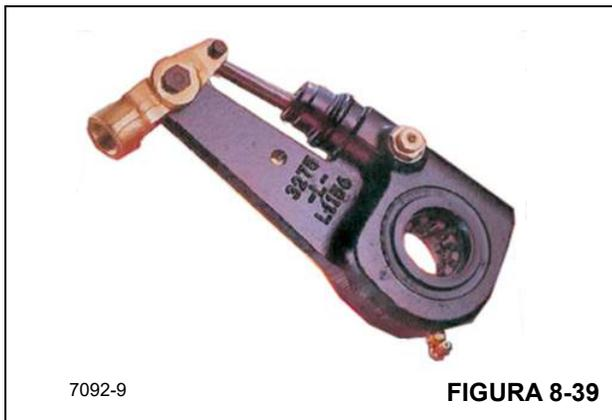

FIGURA 8-39
**NOTA:** Si el ajustador de holgura se asemeja al ilustrado en la (Figura 8-39), lleve a cabo los procedimientos de retiro, instalación y ajuste dados a continuación.